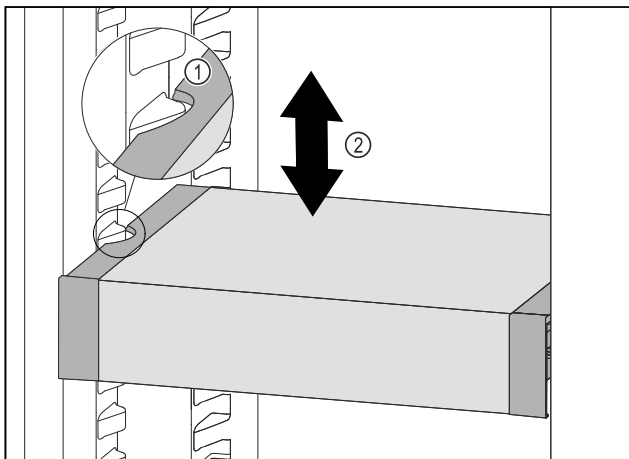

Fig. 77
- ▶ Потягнути VarioSafe вперед, поки бокові заглиблення VarioSafe не опиняться на рівні ребра для резервуара в охолоджувальному відділенні. Fig. 77 (1)
- ▶ Пересувайте VarioSafe вгору або вниз в охолоджувальному відділенні до тих пір, поки не досягнете бажаної висоти. Fig. 77 (2)